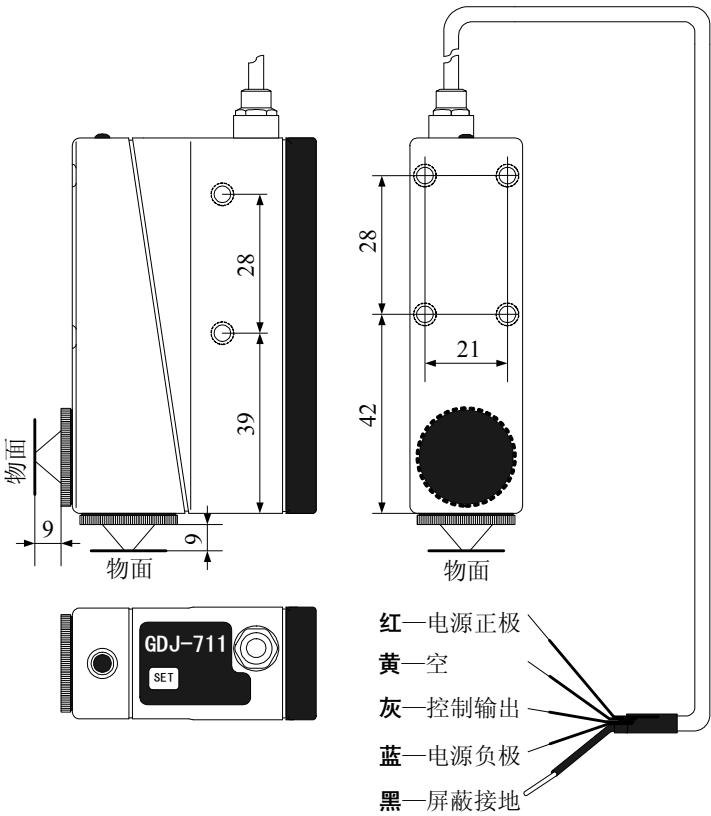

图 2 GDJ-711 智能型光电传感器的安装尺寸与接线标识
- 1) 安装：传感器安装尺寸与接线标识见图 2。传感器应垂直安装于被测物面的上方。传感器与被测物面之间的距离根据传感器型号掌握在 $9\pm2.5\text{mm}$ ，传感器的安装座板应有 9mm 垂直距离调整量。